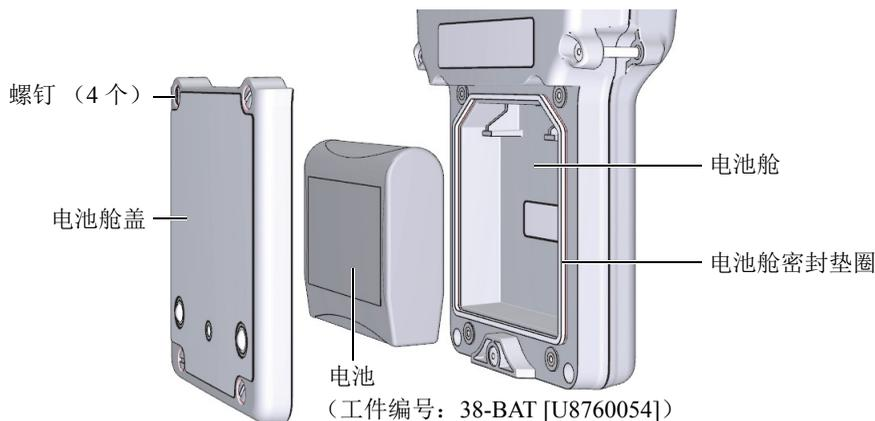

图 2-4 打开电池舱
电池位于 38DL PLUS 仪器后面板上的电池舱中（参见第 34 页的图 2-4）。
6. 拧下位于仪器后面板的电池舱盖上的 4 个螺钉 (参见第 34 页的图 2-4)。